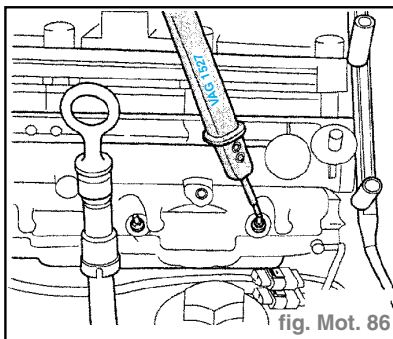

fig. Mot. 86
- A l'aide des pinces auxiliaires du jeu d'adaptateurs de métrologie, raccorder le câble de la lampe témoin à diodes à la borne positive (+) de la batterie (fig. Mot. 86).